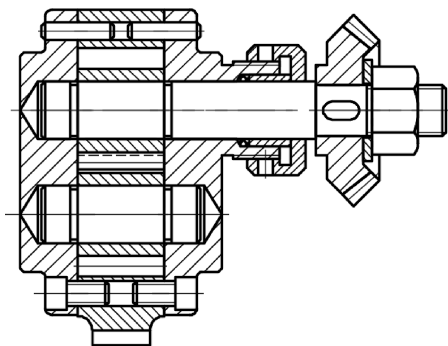

图 14-72
(11) 单击“默认”选项卡“修改”面板中的“分解”命令 $\square$ ，将图中的各块分解。删除并修剪多余直线。切换到“剖面线”层并单击“默认”选项卡“绘图”工具栏中的“图案填充”命令 $\square$ ，对部分区域进行填充。最终完成齿轮泵总成的绘制，结果如图 14-72 所示。